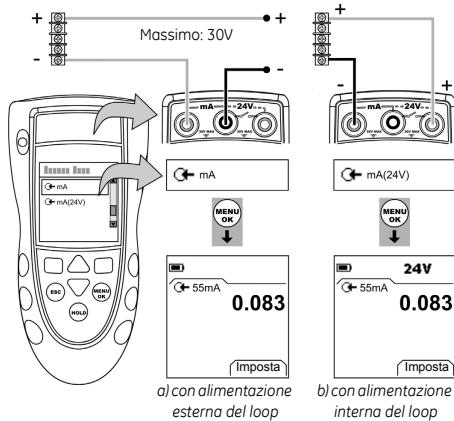

Figura 5: Esempio configurazione – misura di mA
- Collegare lo strumento (Figura 5) e, se necessario, modificarne il Setup (Tabella 1).